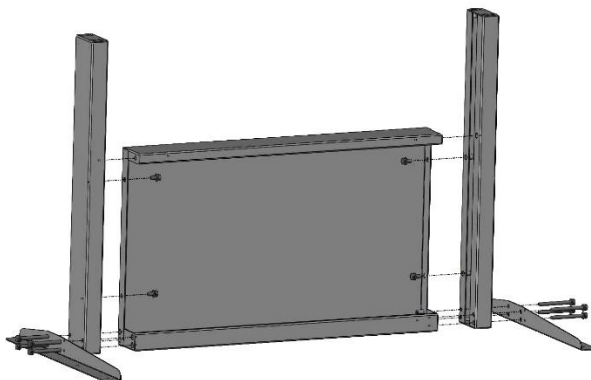

Рис.3 Сборка каркаса
2. К Панели С-У притягиваем уголки через стойки с помощью Болт М8х80 DIN933, Шайба М8 DIN 127, Шайба М8 DIN 125 и стягиваем панель со стойками с помощью Болт М8х16 DIN933, Шайба М8 DIN 127, Шайба М8 DIN 125 (Рис. 3).